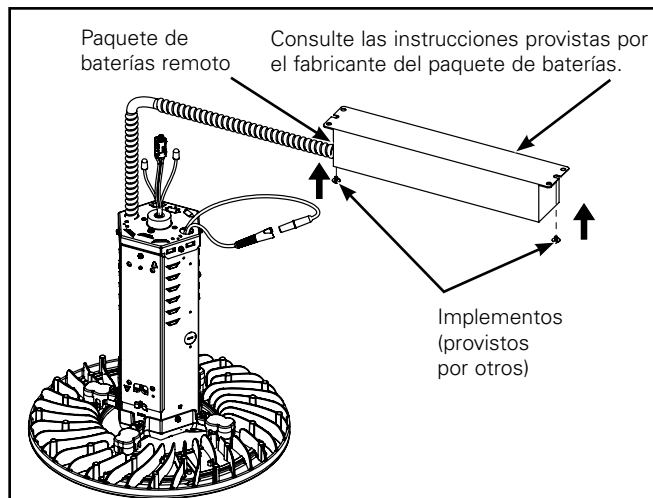

Figura 1.
1. Monte la luminaria y el paquete de baterías romoto (use los implementos adecuados para instalar la estructura de las baterías, no provistos con el accesorio) (Figura 1).